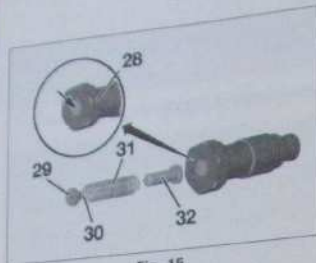

Fig. 15
**!** Ne pas déposer le tendeur de chaîne (28) sans les outils de calage vilebrequin (3) et d'arbres à cames [1], [2] et [4] ; risque de saut de dent de la chaîne de distribution.
- Percer l'ancien tendeur de chaîne de distribution (28) en son centre au diamètre 10,75 mm (Fig. 15).
- le clapet (29),
- la bille (30),
- le ressort (31),
- le guide (32).